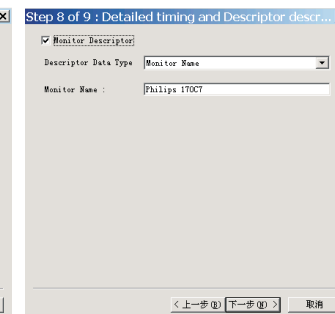

Fig. 42
7. Click Next, bring up Fig. 42.